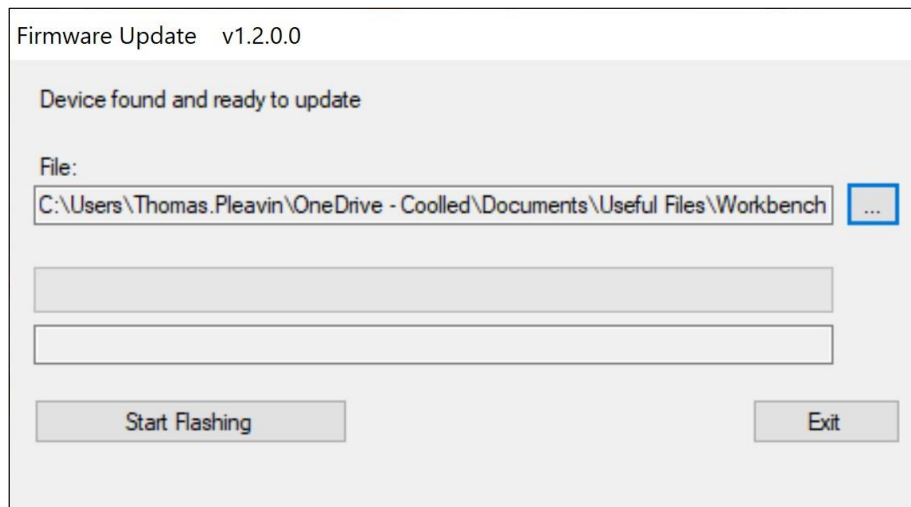

图 57- 固件更新窗口，准备点击 "开始闪存"。
12. 在 "文件" 框中输入文件路径后，单击 "开始闪烁" 按钮 (图 57)。图 57)。